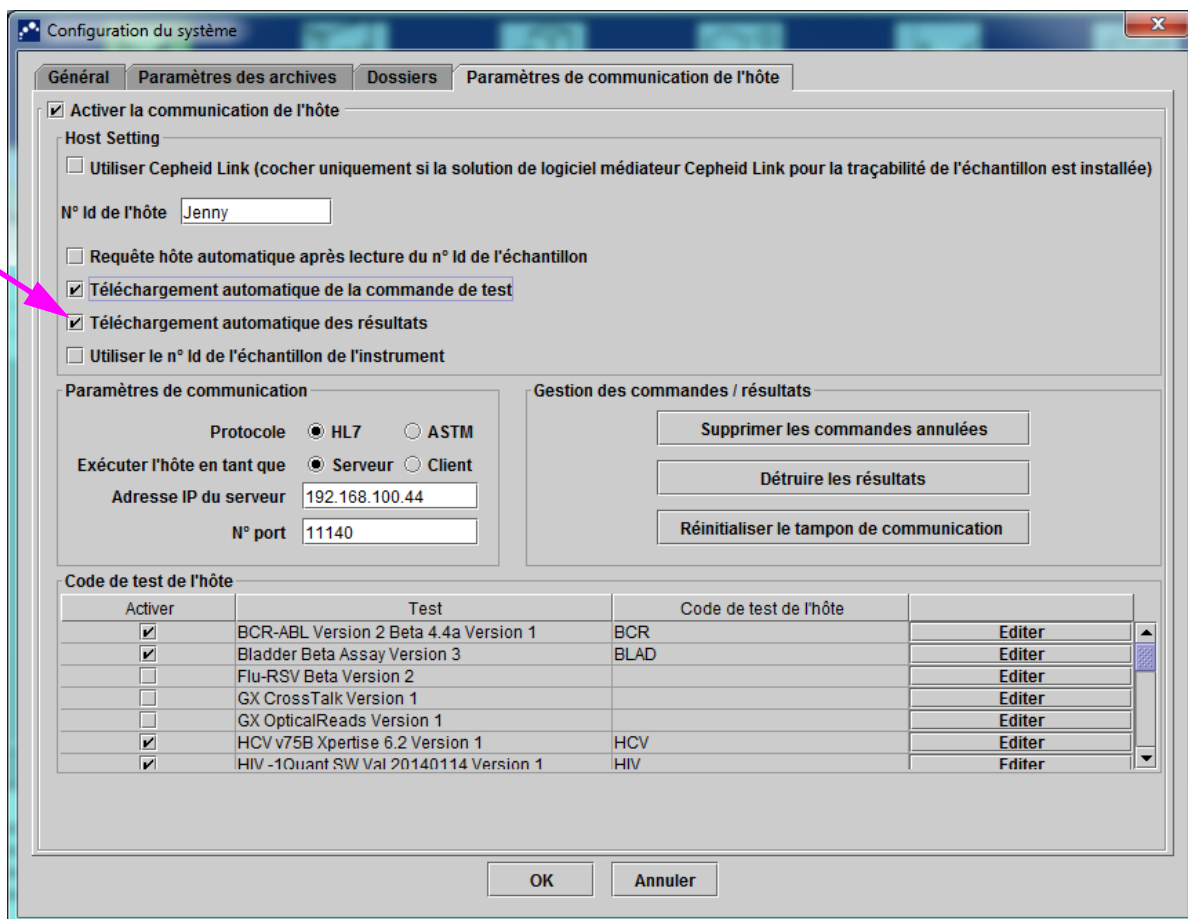

Figure 5-98. Téléchargement automatique des résultats
1. Dans l'onglet **Paramètres de communication de l'hôte** de la boîte de dialogue Configuration du système, cliquez sur la case **Téléchargement automatique des résultats** pour que le résultat soit téléchargé dès que le test est terminé. Voir Figure 5-98.
1. Dans l'onglet **Paramètres de communication de l'hôte** de la boîte de dialogue Configuration du système, assurez-vous que l'option **Téléchargement automatique des résultats** est désélectionnée ou désactivée. Voir Figure 5-98.